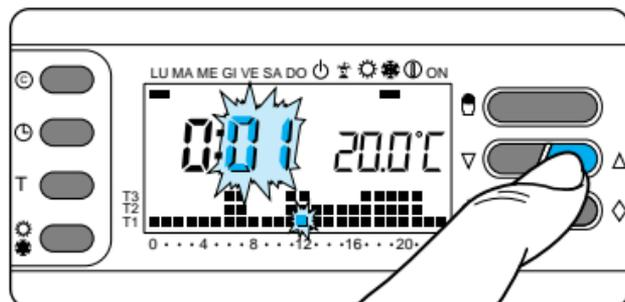

Fig. 18
3.3- Premere il pulsante  oppure  fino a raggiungere il valore esatto dei minuti (fig.18).